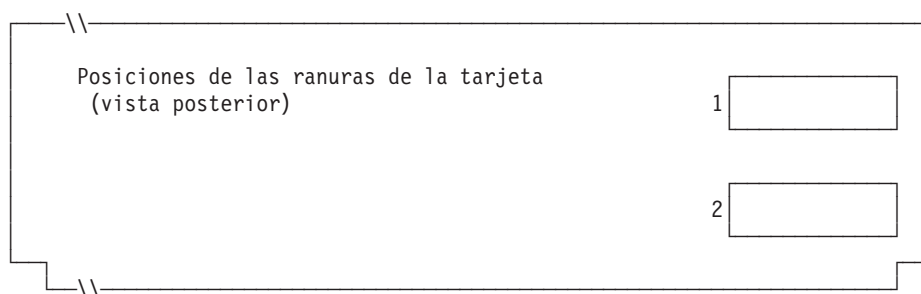

Figura 119. Parte posterior del Terminal de Punto de Venta IBM 4694-3x7
4. En la Figura 119 marque con una X cada ranura de tarjeta que tenga instalado un Adaptador Asíncrono Dual **para que lo utilicen las aplicaciones de terminal**. No ponga ninguna X si la tarjeta va a ser utilizada por aplicaciones distintas a las de terminal.